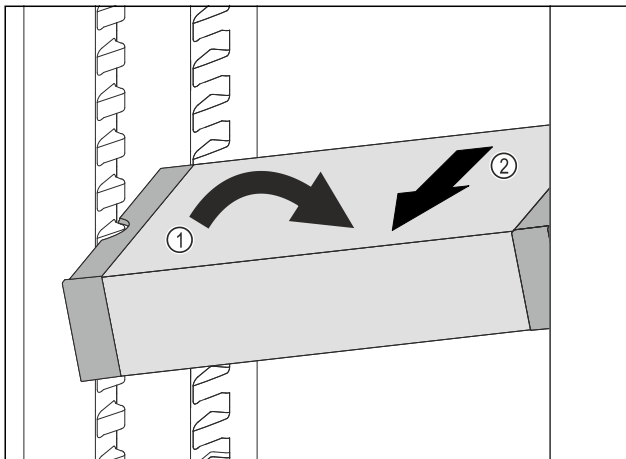

Fig. 108
- ▶ Наклонете VarioSafe в хладилната част. Fig. 108 (1)
- ▶ Извадете VarioSafe напред. Fig. 108 (2)